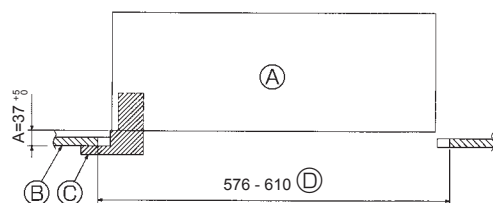

Fig. 10-2
②	Skrue med spændskive	4	M5 × 0,8 × 25 (mm)
③	Måleanordning	1
④	Tilslutningsledning til signalmodtager	1	Medfølger hvis udstyret med signalmodtager.
⑤	Tilslutningsledning til i-See-sensor	1	Medfølger hvis udstyret med i-See-sensor.
⑥	Beslag	2	Medfølger hvis udstyret med signalmodtager.
⑦	Beslag	2	Medfølger hvis udstyret med i-See-sensor.
⑧	Trådløs fjernbetjening	1	Medfølger hvis udstyret med trådløs fjernbetjening.
⑨	Holder til fjernbetjening	1	Medfølger hvis udstyret med trådløs fjernbetjening.
⑩	LR6 AA-batterier	2	Medfølger hvis udstyret med trådløs fjernbetjening.
⑪	3,5 × 16 pladeskruer	2	Medfølger hvis udstyret med trådløs fjernbetjening.
10.2. Forberedelse af gittermontering (Fig. 10-2)